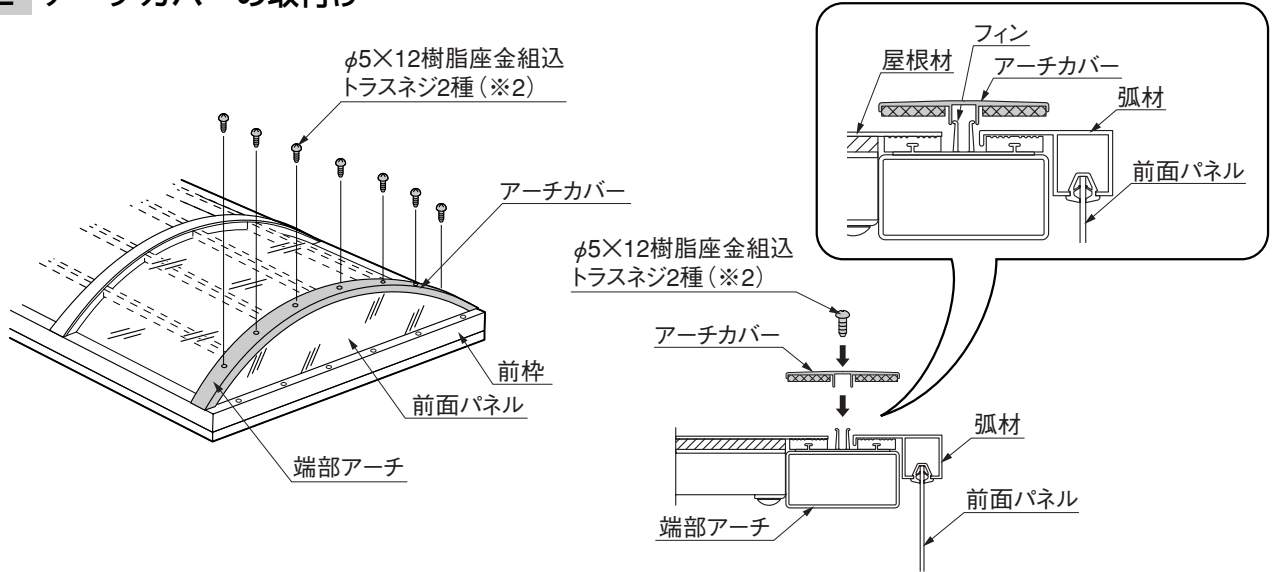

図2-2 アーチカバー取付図
- 1 アーチカバーを端部アーチのフィンに合わせて差込み、φ5×12樹脂座金組込トラスネジ2種(※2)でアーチカバーを取付けてください。(図2-2参照)